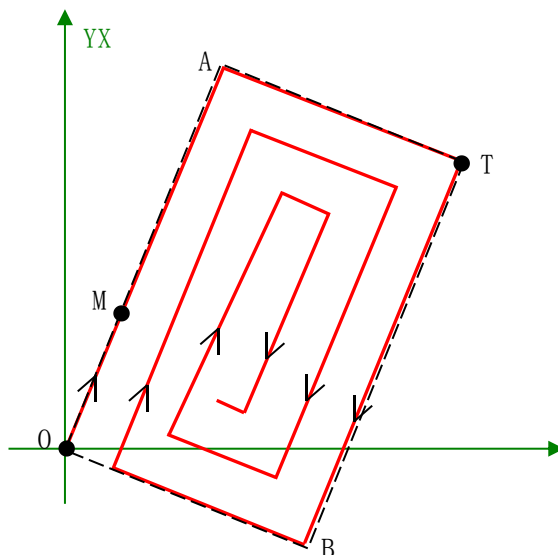

图 6.23 渐开线模式的矩形插补运动示意图
如图 6.23 所示，要进行一次渐开线模式的矩形插补运动，必须确定以下三个参数：
- (1) 对角位置，如图 6.23 中的点 T，该点确定了矩形的对角点。
- (2) 矩形方向标记位置，如图 6.23 中的点 M。矩形方向标记位置确定了矩形插补运动第一条边的运动方向，该方向为射线 OM 的方向。此时，通过对角位置坐标及 矩形边的方向，则可以确定该矩形区域的框架，如图 6.23 中的矩形 OATB。
- (3) 圈数，如图 6.23 中矩形插补运动的圈数为 3。通过圈数参数，可以设置在指定矩形区域内进行矩形区域渐开线插补运动的圈数；